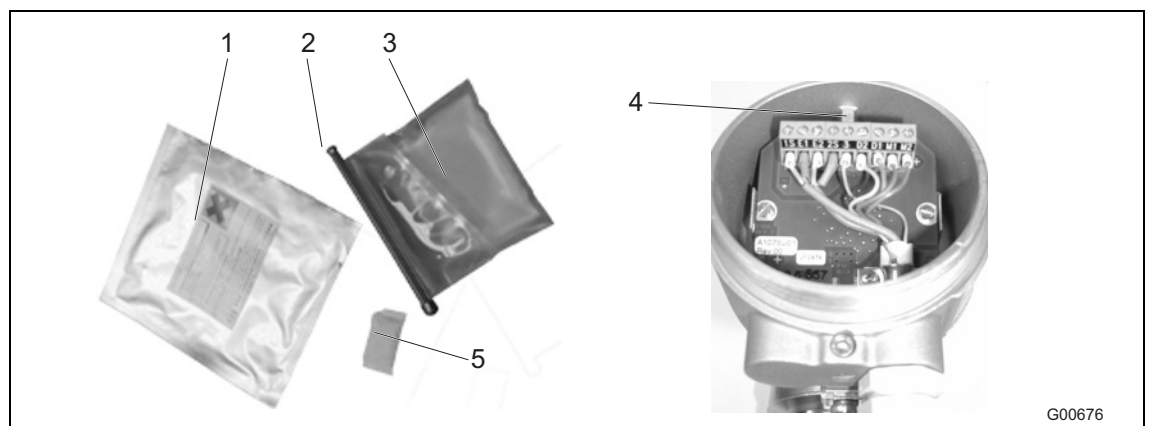

图37
- 接线盒不得过度填充。O 型圈和密封件/凹槽不得沾上密封剂（见图图37）。